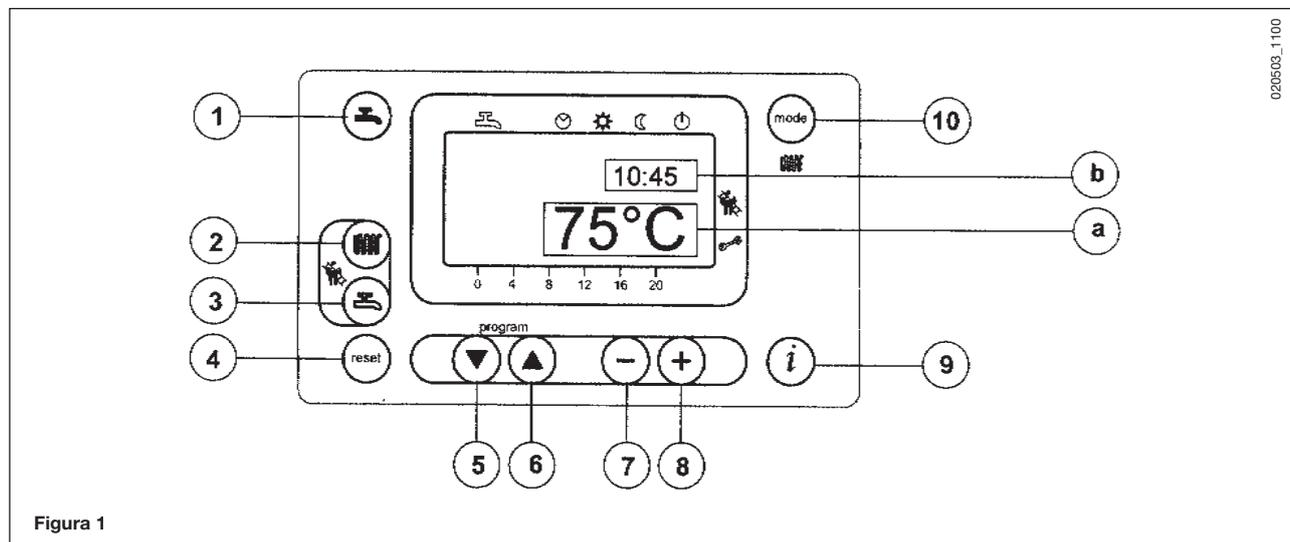
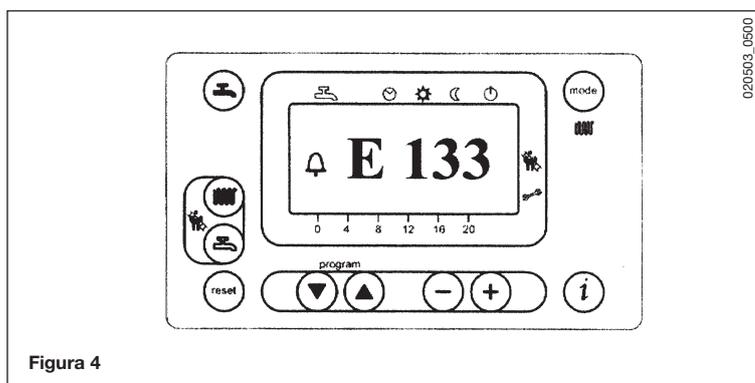
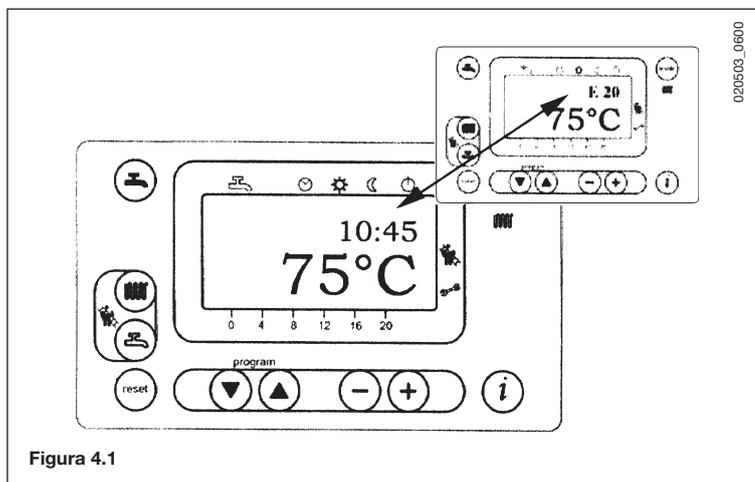

Figura 1
Figura 4
Figura 4.1
- Premere il tasto (TSA) (2- figura 1) per impostare la temperatura dell'acqua di riscaldamento;
- premere uno dei due tasti (TSA) (mode) (1 o 10 - figura 1) per memorizzare e ritornare al menù principale.
**N.B** – Con sonda esterna collegata, mediante il tasto (TSA) (2 – figura 1) è possibile effettuare la traslazione della curva di riscaldamento. Premere i tasti (-) (+) per diminuire o aumentare la temperatura ambiente del locale da riscaldare.
- Premere il tasto (TSA) (3- figura 1) per impostare la temperatura massima dell'acqua sanitaria;
Sul display principale (figura 1 a) compaiono le segnalazioni di anomalia assieme al simbolo  (figura 4).
Sul display secondario (figura 1 b) compaiono le segnalazioni di anomalia e l'ora che si alternano lampeggiando (figura 4.1). Non è possibile resettare le segnalazioni di anomalia che compaiono sul display secondario in quanto deve essere prima rimossa la causa che ne ha provocato la segnalazione.